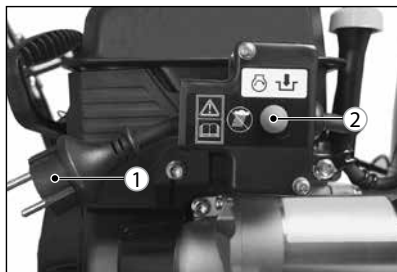

Рис. 20
8. При использовании электростартера подключите сетевой удлинитель, предназначенный для питания садового электроинструмента и рассчитанный на напряжение 230 В, к штепсельной вилке стартера 1 (рис. 20).
9. Нажмите кнопку электростартера 2 и удерживайте ее в течение 3-5 секунд. Произойдет прокручивание вала двигателя и его запуск. Как только двигатель запустился, немедленно отпустите кнопку включения электростартера и отсоедините электрический удлинитель от штепсельной вилки снегоуборщика. Если двигатель не запустился, сделайте перерыв в течение 15-20 секунд и повторите попытку (рис. 20).